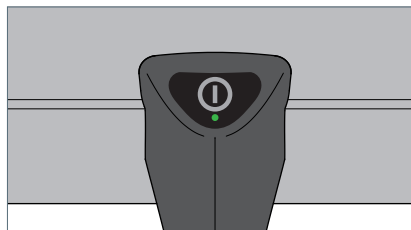

Fig. 6: Tasto.
- ▶ Premere il tasto, vedi Fig. 6.
- ▶ Premere il tasto e tenerlo premuto, vedi Fig. 6.
- Premere il tasto due volte in rapida successione, vedi Fig. 6.